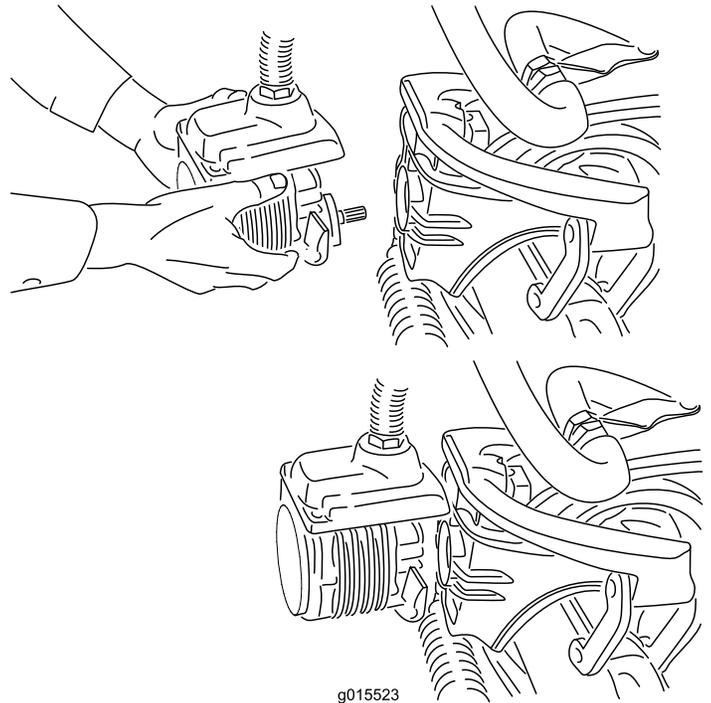

図 40
4. 外したモータは、サスペンションアームの前部にある一時保管位置にセットしておく(図 40)。